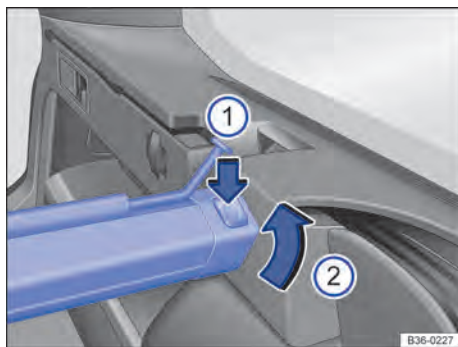

Fig. 200 No compartimento de bagagem: remover a rede divisória.
- Pressionar o botão de destravamento esquerdo ou direito → Fig. 200 ① na direção da seta.
- Retirar a caixa na direção da seta → Fig. 200 ②, tirando-a do suporte.
- Introduzir a carcaça à esquerda e direita em sentido contrário à seta → Fig. 200 ② no suporte. A carcaça se encaixa.
As marcações vermelhas nos botões de destravamento → Fig. 200 ① já não podem mais ser visíveis.